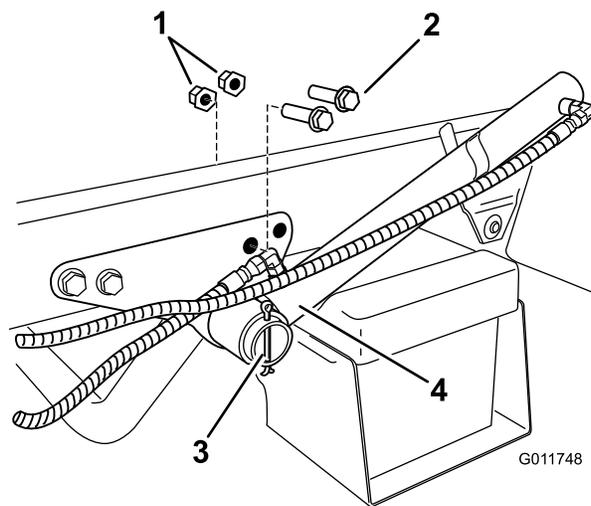

Figura 17
1. Localize e retire os dois parafusos traseiros e porcas flangeadas no suporte do cilindro de elevação (Figura 17). Guarde os dispositivos de fixação para utilizar depois.